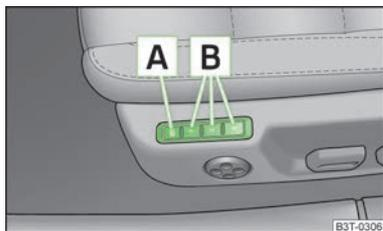

Abb. 55
Die Memory-Funktion für den Fahrersitz bietet die Möglichkeit, die individuelle Fahrersitz- und Außenspiegelposition zu speichern. Jeder der drei Speichertasten  » Abb. 55 kann eine Einstellposition zugeordnet werden.
- › Die Taste   » Abb. 55 drücken.
- › Die gewünschte Speichertaste  » Abb. 55 drücken.
- › Kurz die gewünschte Speichertaste  » Abb. 55 drücken.
- › Eine beliebige Speichertaste  » Abb. 55 auf Seite 70 drücken und gedrückt halten. Nachdem der Sitz die unter der betreffenden Taste gespeicherte Position eingenommen hat, gleichzeitig die Taste  auf dem Funkschlüssel innerhalb von 10 Sekunden drücken.
- › Die -Taste  » Abb. 55 auf Seite 70 drücken und gedrückt halten. Gleichzeitig die Taste  auf dem Funkschlüssel innerhalb von 10 Sekunden drücken. ►